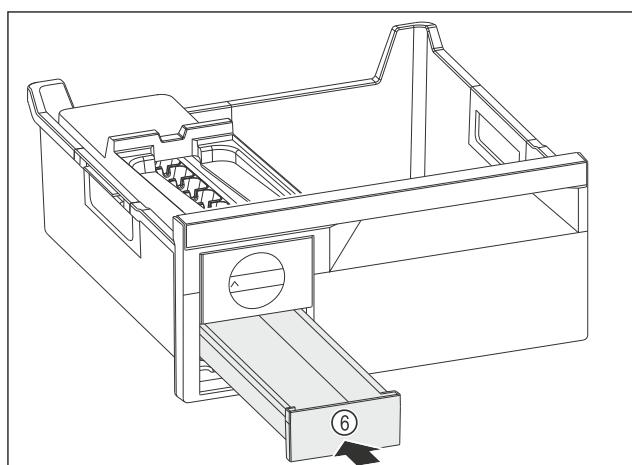

Fig. 96
- Вдавните выдвижной ящик для кубиков льда Fig. 96 (6).